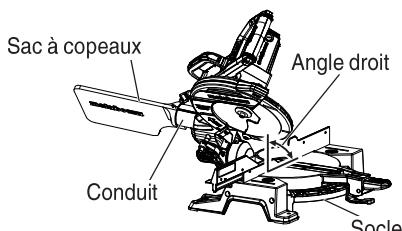

Fig. 25
- (1) Si le sac à copeaux est plein, les copeaux sortent du sac quand la lame tourne. Vérifier le sac à copeaux périodiquement et le vider avant qu'il ne soit plein.
- (2) Lors d'une coupe de biseau ou d'une coupe mixte, fixer le sac à copeaux à angle droit sur la surface du socle comme indiqué à la Fig. 25.